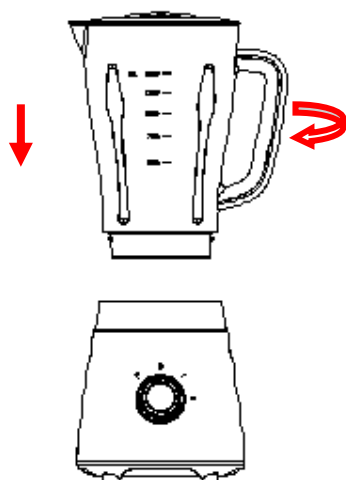

Fig.5
3) Finalmente, coloque o frasco montado na unidade do motor alinhando a tira no fundo do jarro montado. (Veja Fig.5)